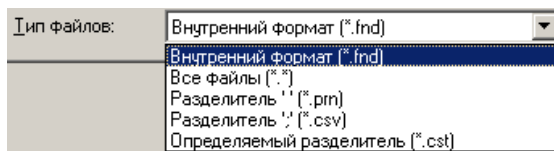

Рис. 5.7 Форматы загрузки данных.
**Открыть**, которая вызывает диалоговое окно загрузки данных в следующих форматах (Рис. 5.7). Форматы (*.prn) и (*.csv) могут быть созданы в табличном редакторе, например *MS Excel*.